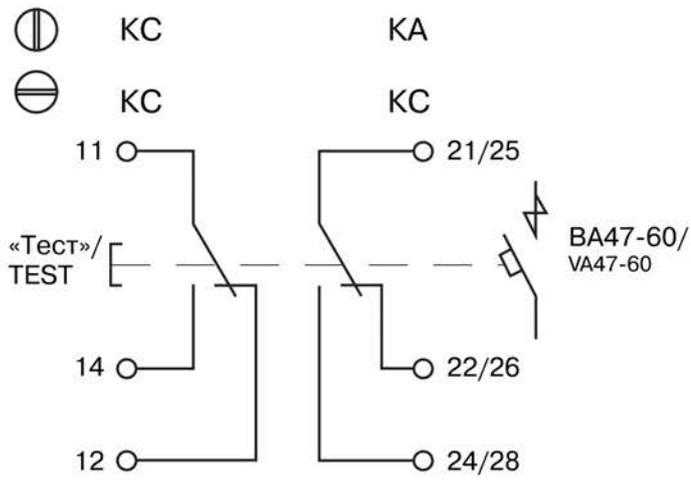

Рисунок 1. Схема электрическая принципиальная и положение поворотного переключателя в зависимости от режимов КС/КС или КС/КА.
– в режиме «КС/КС» (положение поворотного переключателя см. рисунок 1 Приложения 1) перевести рукоятку взвода автоматического выключателя в положение «I» и нажать кнопку «Т» устройства, при этом устройство должно сработать и в окошке сигнализации состояния появиться синий флажок;
– в режиме «КС/КА» (положение поворотного переключателя см. рисунок 1 Приложения 1) перевести рукоятку взвода автоматического выключателя в положение «I» и нажать кнопку «Т» устройства, при этом устройство должно сработать и в окошке сигнализации состояния появиться синий флажок.